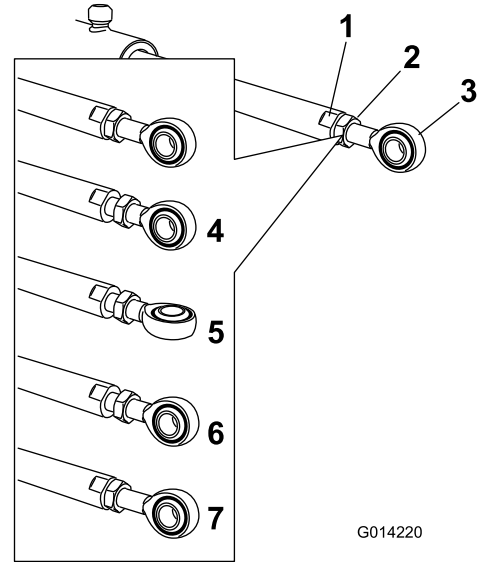

Figura 65
5. Utilice una llave sobre las zonas planas del émbolo del actuador para inmovilizarlo y, a continuación, afloje la contratuerca para poder ajustar la varilla de ojal (Figura 65).
6. Gire la varilla de ojal en el émbolo del actuador para acortar o alargar el actuador extendido a la posición deseada (Figura 65).